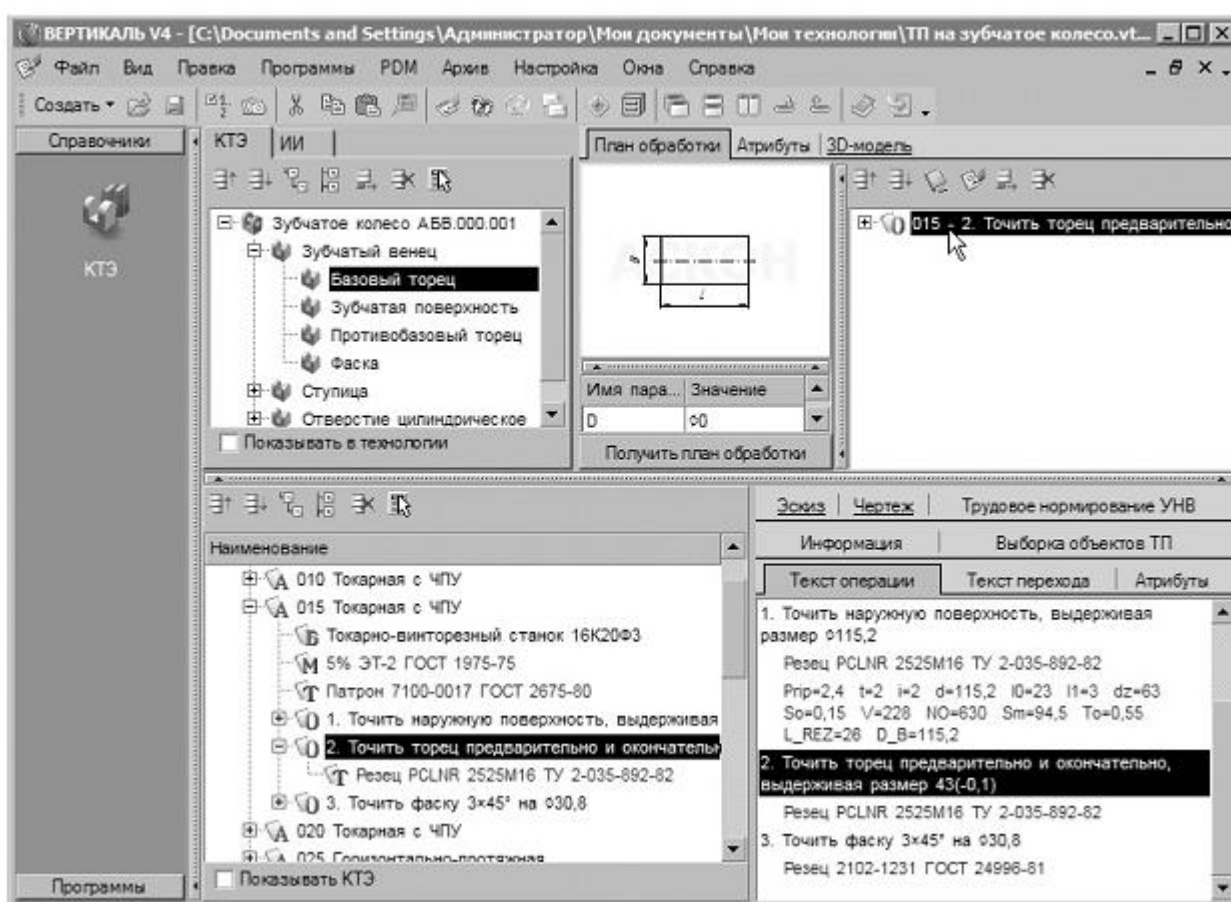

Рисунок 7.
21. Установите курсор на переходе 2 операции 015 Токарная с ЧПУ. Нажмите левую кнопку мыши и, не отпуская ее, перетащите переход на вкладку План обработки (рис. 7).